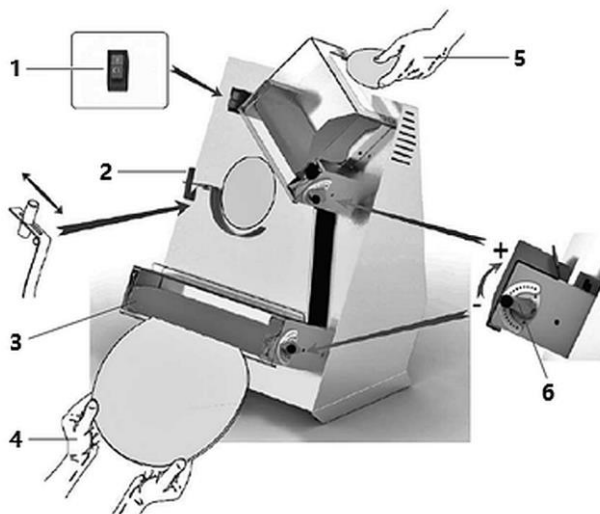

Рис. 7
1. За допомогою відповідного важеля (6, рис. 7) відрегулювати відстань між парами валиків зверху і знизу, в залежності від товщини оброблюваних тістових заготовок.